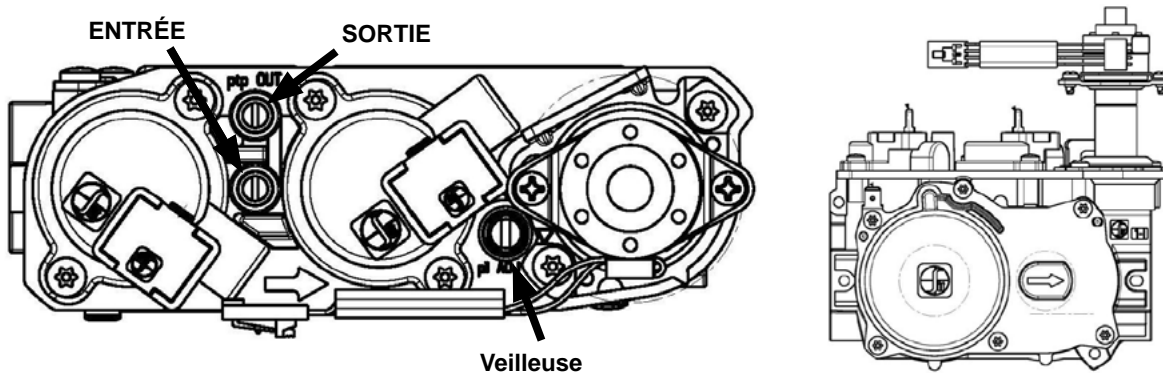

Figure 18.3.01
2. Les raccords de test de pression sont situés sur la face avant de la valve de contrôle de gaz. L'entrée est marquée «IN» et la sortie est marquée «OUT». Voir **Figure 18.3.01**.
Les flammes ne doivent pas avoir de pointes jaunes mais doivent envelopper le détecteur de flamme et l'allumeur à étincelles. On peut les ajuster en tournant la vis de réglage de veilleuse, marquée «PILOT ADJ.» sur la valve de contrôle de gaz (voir **Figure 18.3.01**).